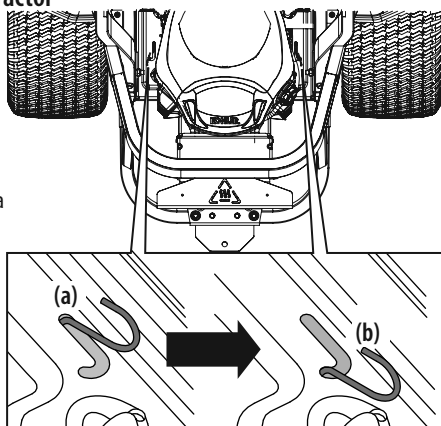

Figura 1
1. Para engranar las varillas de derivación de transmisión, tire de la varilla hacia atrás (a) y hacia el interior de la sección inferior de la ranura "J". Repita en el lado contrario. Consulte la Figura 1.